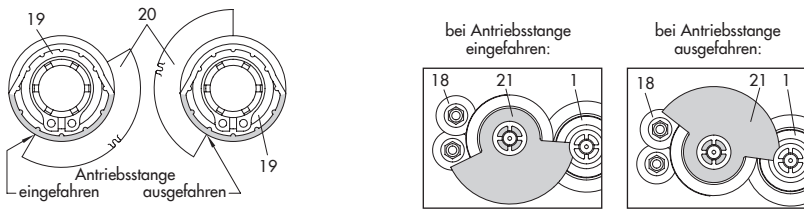

Bild 5-6: Ausrichtung Schaltnocken zu Nockenträger **Bild 5-7:** Ausrichtung der Schaltnockeneinheit
3. Einstellzahnäder (18) auf ihre Dome stecken und mit je einer Schraube befestigen. Prüfen, ob sich die Einstellzahnäder leicht drehen lassen. Schraube andernfalls wieder geringfügig lösen.
4. Schaltnockeneinheit (21) ausrichten: Dazu die beiden Schaltnocken (19) nach Bild 5-6 entsprechend der Stellung der Antriebsstange auf dem Nockenträger (20) verdrehen.